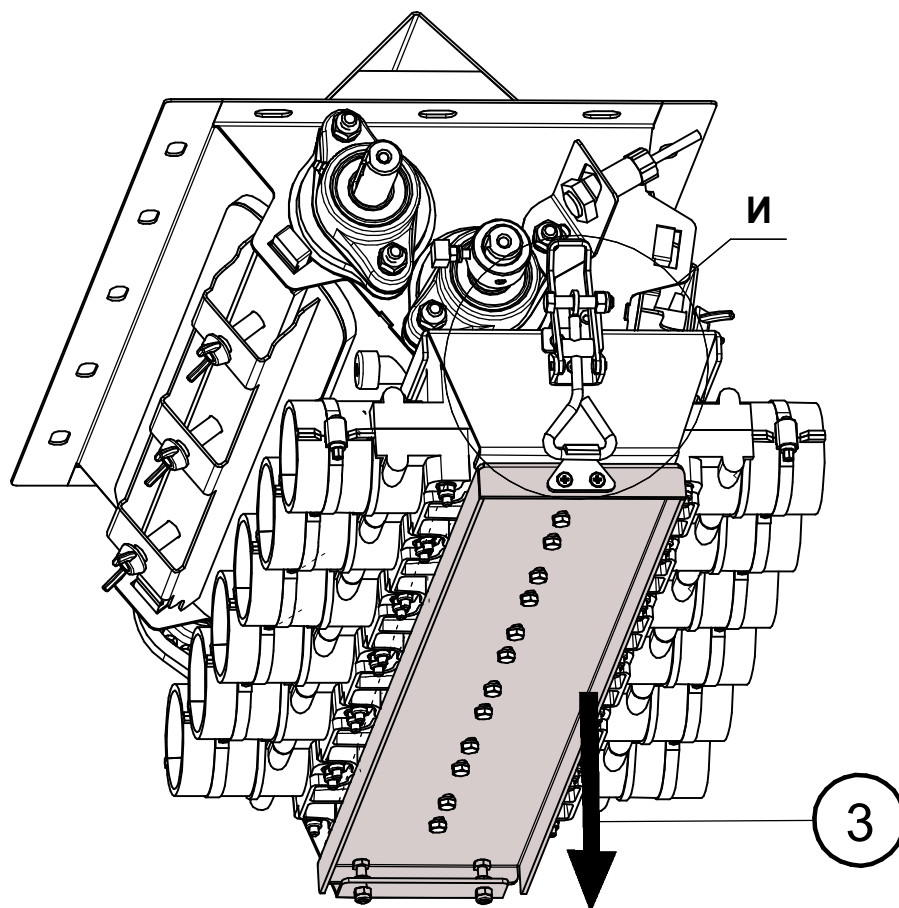

Рис.93 - Нижний люк дозатора посевного комплекса FEATAGRO серии «SD-9900» / «SD-12600».
Нижний (быстро снимаемый) для установки нормы высева рис.93
- снимите нижний люк с дозатора согласно (рис.93);